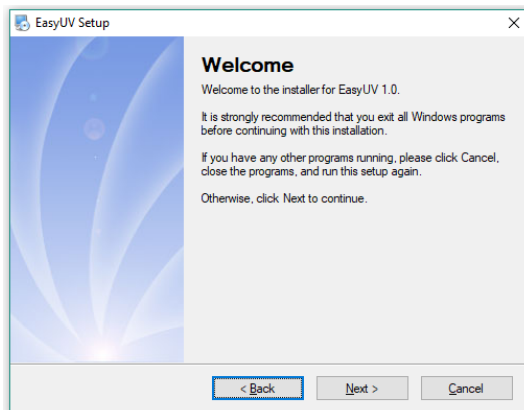

Fig. 2.2-1 Informazioni utente
- Avviare il CD-ROM ed aprire **Setup.exe** (eseguire come amministratore); per avviare l'installazione (Fig.2.2-1) cliccare su **Next**;